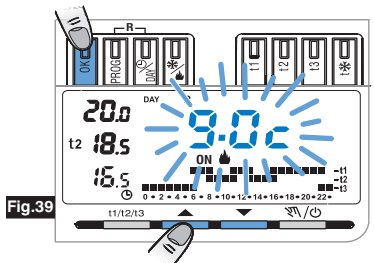

Fig.39
- Agendo sui tasti **▲▼** impostare il valore desiderato (fig.39).